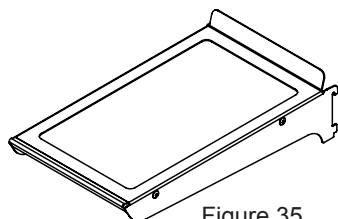

Figure 35
(2) étagères en porte-à faux, encadrement et verre (Voyez la Figure 35).
(1) étagère en porte-à-faux, demi-largeur en verre (Voyez la Figure 35).